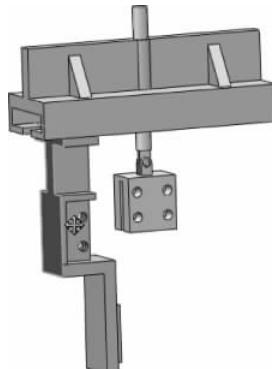

图 3-104 移动零件
(4) 单击【装配体】工具栏中的【移动零部件】按钮 ，然后在图形区域中拖动夹具沿着支座的滑槽移动到合适的位置，最终效果如图 3-104 所示。